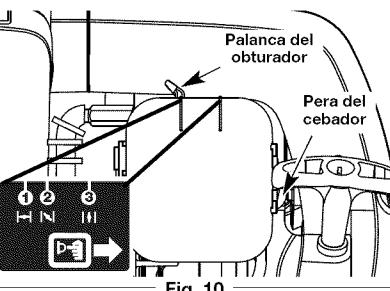
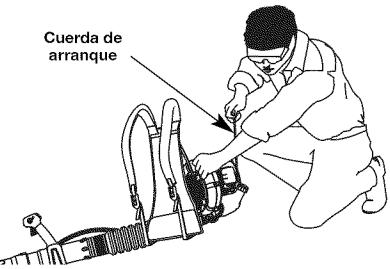

Fig. 10
Fig. 11
**ADVERTENCIA:** Evite los arranques accidentales. Colóquese en posición de inicio cuando tire de la cuerda de arranque (Fig. 11). El operador y la unidad deben estar en una posición estable al arrancar la unidad para evitar graves lesiones personales. Para evitar lesiones personales graves, asegúrese de que los tubos de la sopladora estén colocados antes de hacer funcionar la unidad.
3. Oprima lentamente y libere la pera del cebador **10 veces**. Deberá verse alguna cantidad de combustible en la pera del cebador (Fig. 10). Si no puede ver combustible en la pera, oprima y suelte la pera tantas veces como sea necesario hasta que vea combustible en la misma.
4. Coloque la palanca del obturador en la **Posición 1** (Fig. 10).
6. Agáchese en la posición de salida (Fig. 11). Tire de la cuerda del arrancador **5 veces** en un movimiento controlado.
7. Coloque la palanca del obturador en la **Posición 2** (Fig. 10).
10. Mientras que continúa manteniendo el disparador de la válvula reguladora la posición **RÁPIDA**, coloque la palanca de la estrangulación en la **Posición 3** y continúe calentando la unidad para los 60 segundos adicionales (Fig. 10). Se puede usar la unidad durante este tiempo.
**SI...** el motor funciona con fallas, vuelva a colocar la palanca del obturador en la **Posición 2** (Fig. 10) y continúe calentando el motor.
**SI...** el motor no arranca después de dos intentos, coloque la palanca del obturador en la **Posición 3** (Fig. 10) y oprima el control de crucero hacia abajo. Tire de la cuerda de arranque fuertemente de **3 a 8** veces. El motor debe arrancar. Si no lo hace, repita el procedimiento.
**SI ESTÁ CALIENTE...** Si el motor es ya caliente, comience la unidad con la palanca de la estrangulación en la **Posición 2** (Fig. 10). Despues de que la unidad comience, mueva la palanca de la estrangulación para **Posición 3** (Fig. 10).
3. Oprima lentamente y libere la pera del cebador 10 veces. Deberá verse alguna cantidad de combustible en la pera del cebador (Fig. 10). Si no puede ver combustible en la pera, oprima y suelte la pera tantas veces como sea necesario hasta que vea combustible en la misma.
6. Agáchese en la posición de salida (Fig. 11). Coloque el arrancador de potencia eléctrico o el accesorio arrancador de potencia para taladro en la parte posterior de la unidad. Consulte la sección de *Operación* del arrancador de potencia eléctrico o accesorio arrancador de potencia para taladro del operador manual.
7. Apriete y mantenga apretado el **ENCENDIDO (I)** botón del arrancador de potencia eléctrico o el taladro equipado accesorio arrancador de potencia para taladro durante 2 segundos.
8. Coloque la palanca del obturador en la **Posición 2** (Fig. 10).
9. Apriete y mantenga apretado el **ENCENDIDO (I)** botón del arrancador de potencia eléctrico o el taladro equipado accesorio arrancador de potencia para taladro en intervalos de no más de 2 segundos cada hasta que la unidad arranque.
12. Mientras que continúa manteniendo el disparador de la válvula reguladora la posición RÁPIDA, coloque la palanca de la estrangulación en la **Posición 3** y continúe calentando la unidad para los 60 segundos adicionales (Fig. 10). Se puede usar la unidad durante este tiempo.
**SI...** el motor no arranca después de dos intentos, coloque la palanca del obturador en la **Posición 3** (Fig. 10) y oprima el control de crucero hacia abajo. A continuación, apriete y mantenga apretado el botón de **ENCENDIDO (I)** del arrancador de potencia eléctrico o taladro en intervalos de no más de 2 segundos cada hasta que la unidad arranque.
**SI ESTÁ CALIENTE...** Si el motor es ya caliente, comience la unidad con la palanca de la estrangulación en la **Posición 2** (Fig. 10). Después de que la unidad comience, mueva la palanca de la estrangulación para **Posición 3** (Fig. 10).